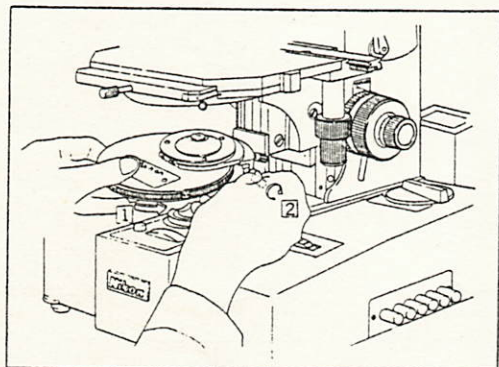

図 29
- ④レボルバ全体を回転させて、落込み溝にピンを落ち込ませ、回転しない位置でクランプを確実にを行います。
(2) ターレットコンデンサの取付け
- ①コンデンサキャリアのクランプねじを緩めて、コンデンサキャリア全体を外します。
②位相差ターレットコンデンサ部を取付けアリにかぶせるようにして、図29のように取り付け、クランプねじで締め付けて固定します。